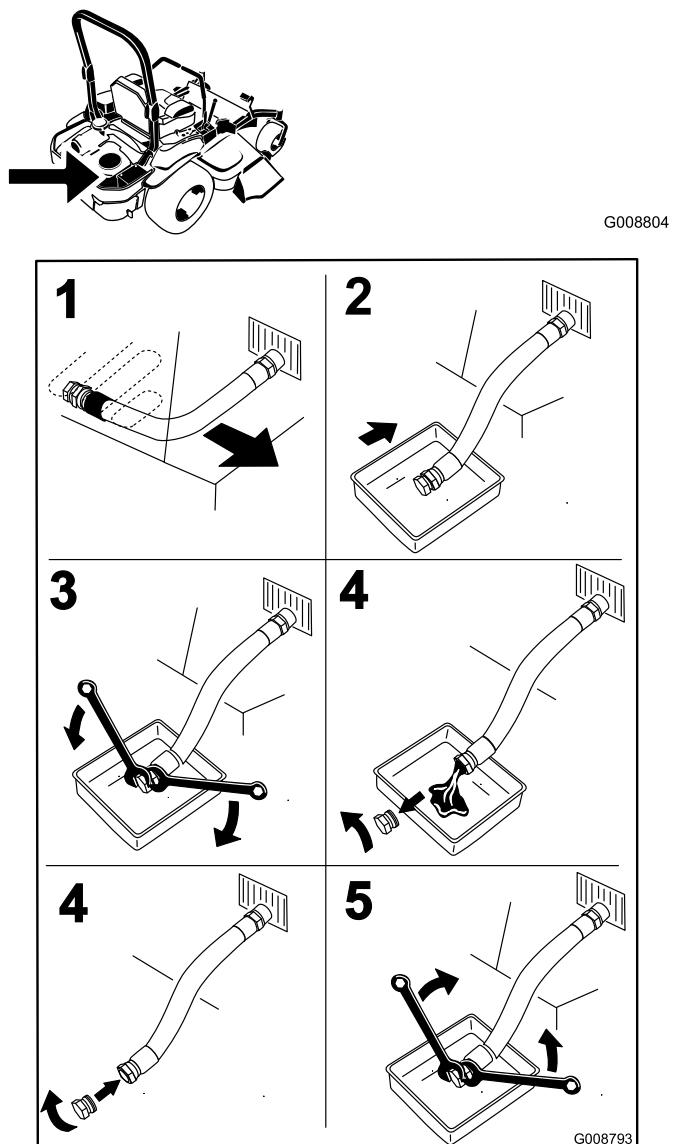

Figura 53
4. Pare el motor, retire la llave y espere a que se detengan todas las piezas en movimiento antes de abandonar el puesto del operador (Figura 53).